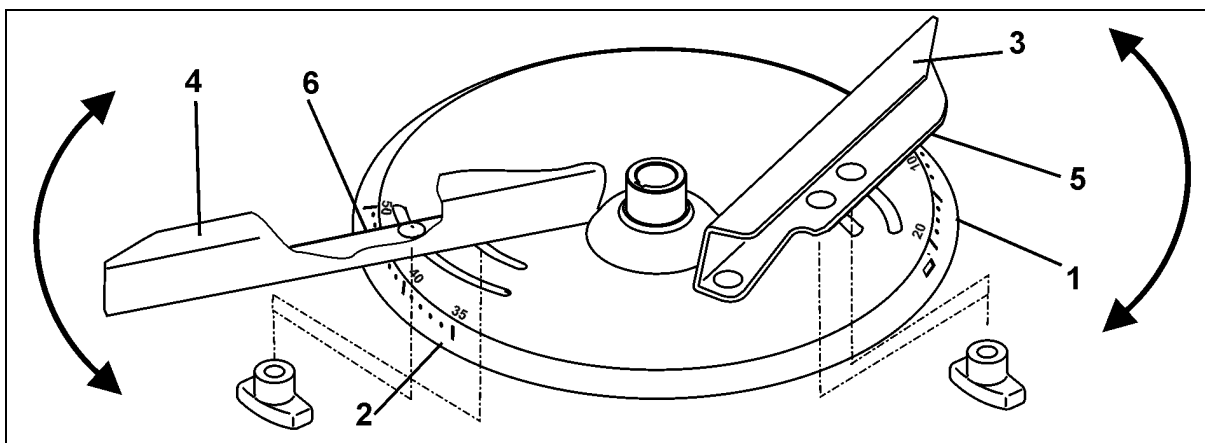

Fig. 64
Para una regulación precisa y sin necesidad de herramientas de cada una de las paletas distribuidoras, los discos de distribución disponen de unas escalas graduadas (Fig. 64/1 y Fig. 64/2) diferentes que no pueden intercambiarse entre sí.
- La pala de dispersión corta (Fig. 64/3) tiene asignada la escala (Fig. 64/1) con los valores del 5 al 28, y la pala larga (Fig. 64/4), la escala (Fig. 64/2) con los valores del 35 al 55.
- Para la pala de dispersión corta (Fig. 64/3), determinar los valores en el indicador (Fig. 64/5).
- Para la pala de dispersión larga (Fig. 64/4), determinar los valores en el indicador (Fig. 64/6).
- Al ajustar las palas de dispersión a un valor más alto de la escala (Fig. 64/1 o Fig. 64/2) se incrementa la anchura de trabajo.